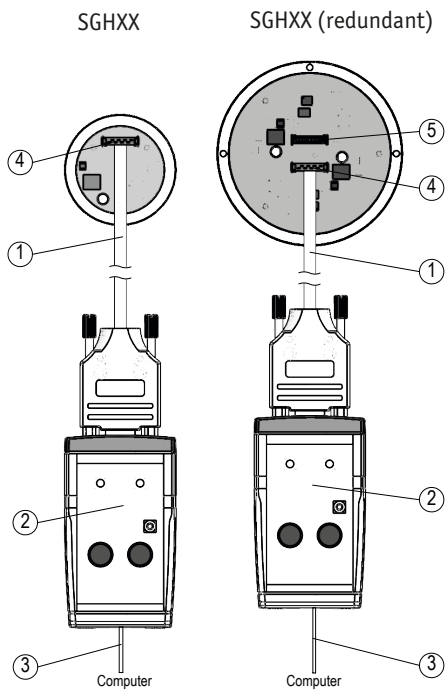

Abb. 2: Anschluss im unverbauten Zustand am Seilzugeber
Vor dem Einbau des Seilzuggebers in den Zylinder kann der Anschluss des ProTool SGH auch direkt mit dem Programmierkabel mit Flachverbinder erfolgen. Dieses ist im Leiterplattenverbinder 1 ⑤ und 2 ⑥ einzustecken (siehe **Abb. 2**).